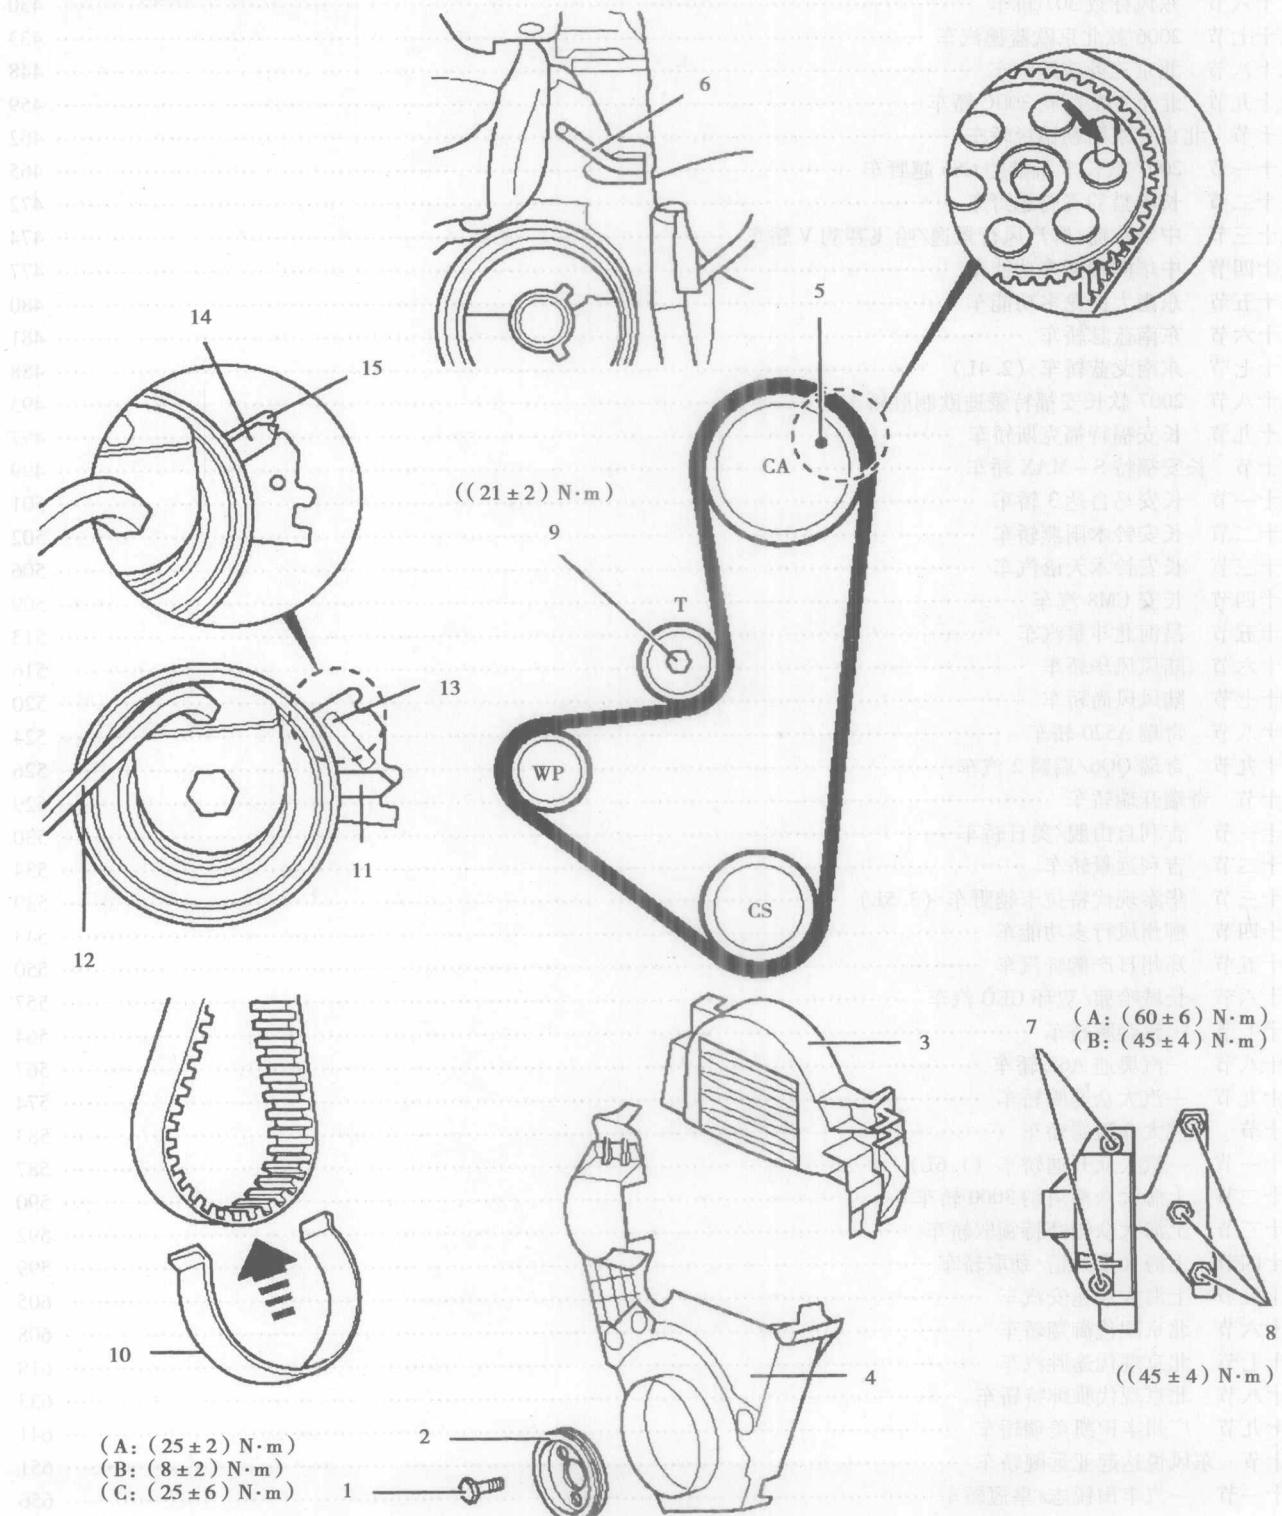

图 1-1-1 示意图
(一) 示意图 (图 1-1-1)
- (1) 将车身前端举起并支撑好。
- (2) 拆下：(a) 右前轮。(b) 右挡泥板。(c) 辅助驱动带。(d) 曲轴皮带轮螺栓（图 1-1-1 中的 1）。(e) 曲轴皮带轮。(f) 机油滤清器。
- (3) C2/C3/Pluriel：支撑发动机。
- (4) 拆下：(a) C2：二次空气喷射 (AIR) 泵和支架。(b) 正时皮带罩（图 1-1-1 中的 3 和 4）。
- (5) 顺时针转动曲轴，使曲轴位于设定位置。
- (6) 在凸轮轴链轮的相关位置（图 1-1-1 中的 5）上插入正时销。
- (7) 插入飞轮正时销（图 1-1-1 中的 6）。
- (8) C2/C3/Pluriel：拆下 (a) 右发动机座螺栓（图 1-1-1 中的 7 和 8）。(b) 右发动机座。(c) 右发动机座支架螺栓。(d) 右发动机座支架。
- (9) 拧松张紧轮螺母（图 1-1-1 中的 9），以便使皮带放松。
- (10) 把张紧轮从正时皮带上移开，轻轻拧松螺母（图 1-1-1 中的 9）。
- (11) 拆下正时皮带。
- (1) 检查张紧轮是否转动平顺。
- (2) 确保正时销在指定的位置（图 1-1-1 中的 5 和 6）。
- (3) 将正时皮带装到凸轮轴链轮上。
- (4) 用保持夹将正时皮带夹紧到凸轮轴链轮上。
- (5) 逆时针方向安装正时皮带。确保正时皮带在各链轮之间拉紧。
- (6) 拆下：(a) 正时销（图 1-1-1 中的 5 和 6）。(b) 保持夹（图 1-1-1 中的 10）。
- (7) 安装新的张紧轮螺母（图 1-1-1 中的 9），用手拧紧。
(8) 转动张紧轮，直到指示器指到图 1-1-1 中 11 所示的位置。使用六角扳手（图 1-1-1 中的 12）。
(9) 插入张紧轮夹持工具（图 1-1-1 中的 13）。
(10) 暂时拧紧张紧轮螺母（图 1-1-1 中的 9），拧紧力矩： $10\text{ N}\cdot\text{m}$ 。
(11) 顺时针旋转曲轴 4 圈，使曲轴位于设定位置。
(12) 插入正时销（图 1-1-1 中的 5 和 6）。
(13) 拆下正时销（图 1-1-1 中的 5 和 6）。
(14) 利用六角扳手（图 1-1-1 中的 12）使张紧轮保持在适当的位置。拧松张紧轮螺母（图 1-1-1 中的 9）。
(15) 拆下张紧轮夹持工具（图 1-1-1 中的 13）。
(16) 用六角扳手（图 1-1-1 中的 12）转动张紧轮，直到指示器指在图 1-1-1 中 14 所示的位置。
(17) 若指示器超过标记（图 1-1-1 中的 15），则重复张紧过程。
(18) 利用六角扳手（图 1-1-1 中的 12）使张紧轮保持在适当位置。拧紧张紧轮螺母（图 1-1-1 中的 9），拧紧力矩： $(12 \pm 2)\text{ N}\cdot\text{m}$ 。